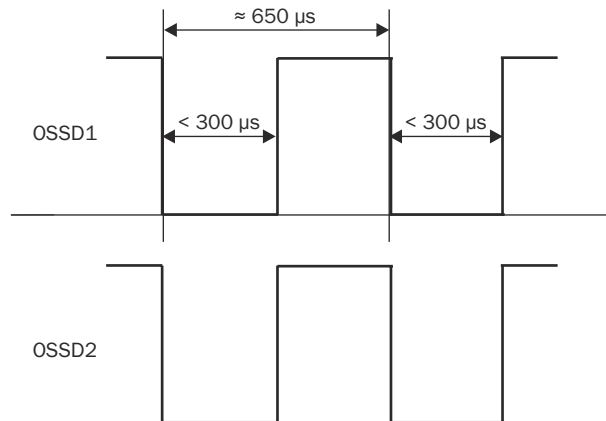
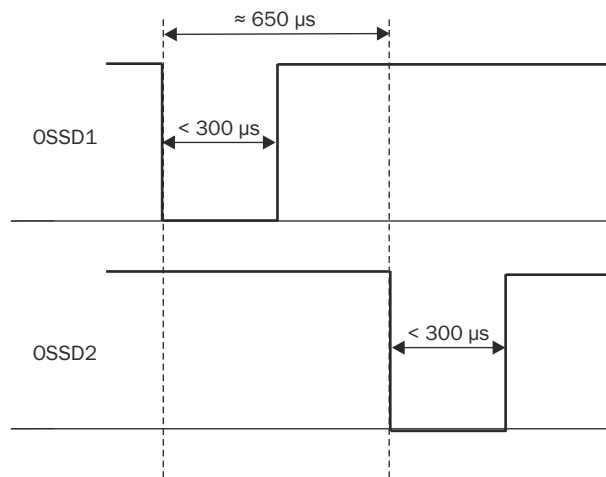
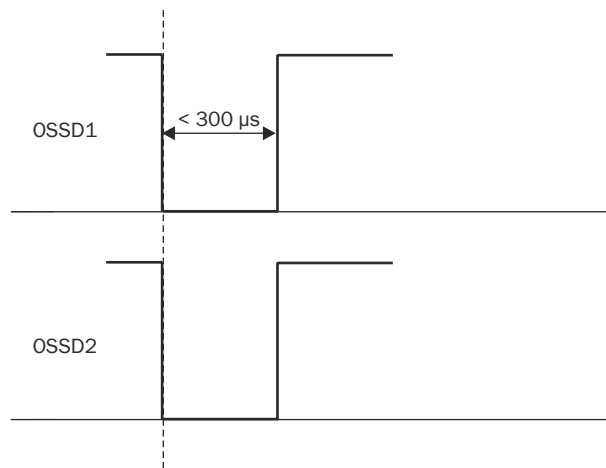

Abbildung 93: Spannungstest nach Einschalten der OSSDs
Abbildung 94: Abschalttest
Abbildung 95: Spannungstest
Nach einer weiteren halben Basisansprechzeit des Geräts erfolgt ein Abschalttest ②, 120 bzw. 240 ms⁷⁾ später ein erneuter Spannungstest ③. Danach führt das Gerät im Abstand von 120 bzw. 240 ms⁷⁾ abwechselnd einen Abschalttest und einen Spannungstest durch. Impulsdauern der einzelnen Tests, siehe Abbildung 93, Seite 154, siehe Abbildung 94, Seite 154, siehe Abbildung 95, Seite 154.